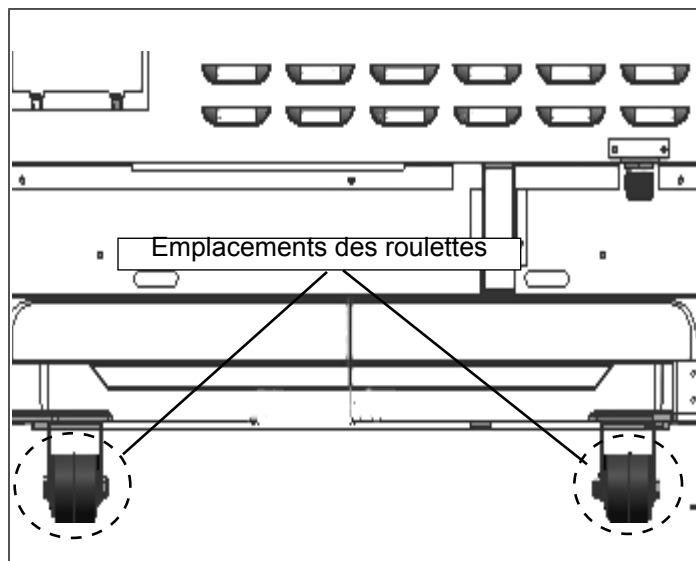

FIGURE 21: EMBLEMENTS DES ROULETTES
1. Les pattes arrière des cuisinières sont munies de roulettes (voir *Figure 21*). Ces roulettes facilitent le déplacement de la cuisinière. Ainsi, en soulevant légèrement l'avant de la cuisinière, il est possible de la faire rouler à son emplacement d'installation.